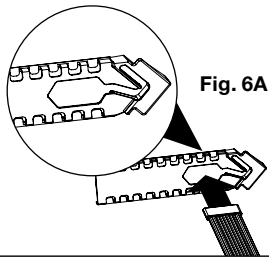

Fig. 6A
1. Inserire la barra LED dal lato privo del cavo elettrico nell'apposito spazio presente nel supporto trasparente per la barra LED, rivolgendo l'appoggio angolare verso destra (fig.6A).